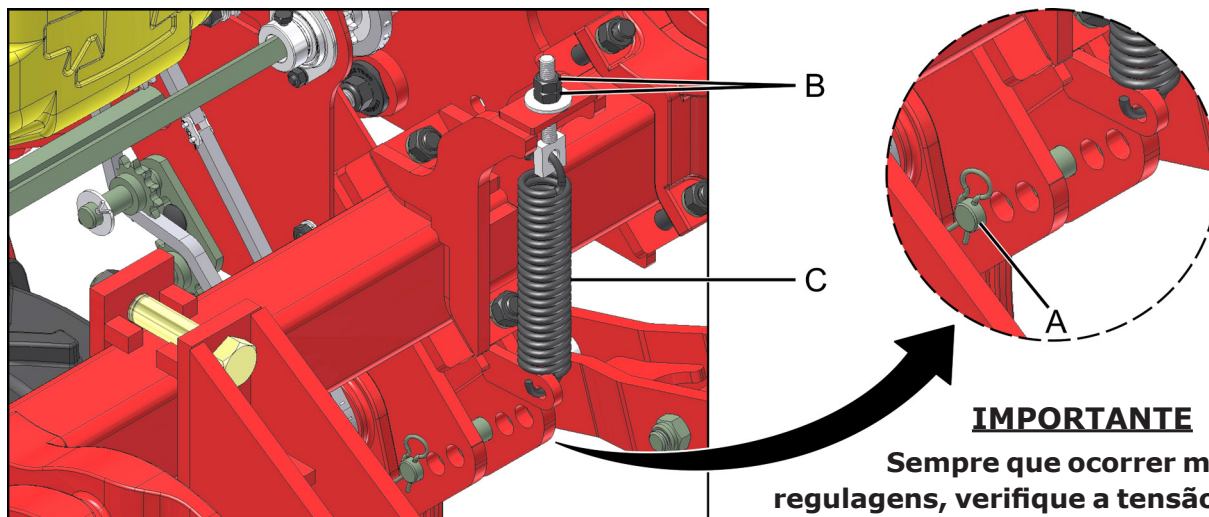

fig. 30
Esta regulagem permite ajustar a altura da semeadora em relação a superfície do solo, mudando a posição do batente (A) (fig. 30). Considerando que, ao baixar sua posição a semeadora trabalhará mais próxima a superfície do solo, e com isso aumentará a pressão de trabalho sobre as linhas de plantio e conseqüentemente a profundidade.
As diferentes posições da semeadora em relação a superfície do solo, também afetam a pressão de trabalho sobre as rodas motrizes. A pressão poderá ser ajustada, através das porcas (B) (fig. 30) do tensor, de maneira que apertando estas obtêm-se maior pressão na mola (C), aumentando assim o contato da roda com o solo, garantindo a tração e o giro do sistema de transmissão.